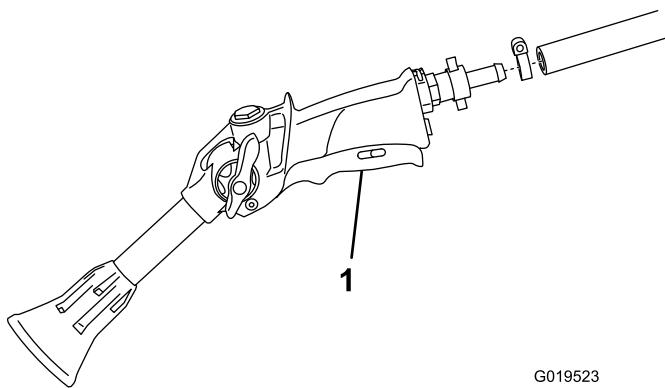

Bild 11
- Schließen Sie das freie Ende des langen Schlauches am Anschlussstück an der Spritzpistole an (Bild 11).